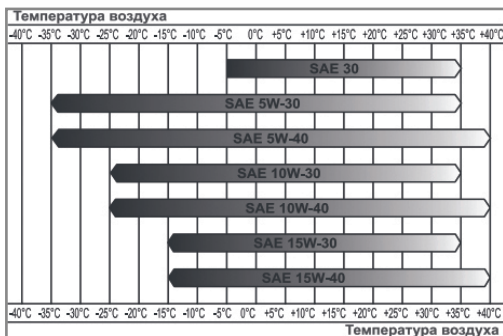

Рис. 3 Определение вязкости масла
**ВНИМАНИЕ!** Нельзя применять масло для двухтактных двигателей. Рекомендуется применять моторное масло для четырехтактного бензинового двигателя категории SJ и выше по системе классификации API. Вязкость масла по классификации SAE выбирается в зависимости от температуры окружающего воздуха, при которой будет работать двигатель. При выборе вязкости масла пользуйтесь таблицей, показанной на Рис. 3.